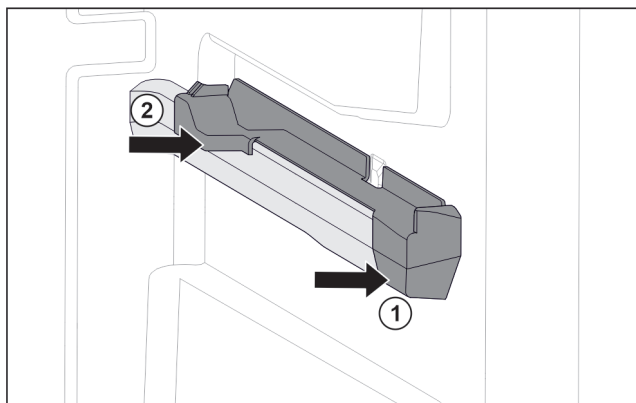

Fig. 104 Elemento inseribile sulla nervatura destra del contenitore
- ▶ Posizionare l'elemento inseribile sulla parte anteriore della nervatura del contenitore. Fig. 104 (1)
- ▶ Premere l'elemento inseribile sulla parte posteriore. Fig. 104 (2)